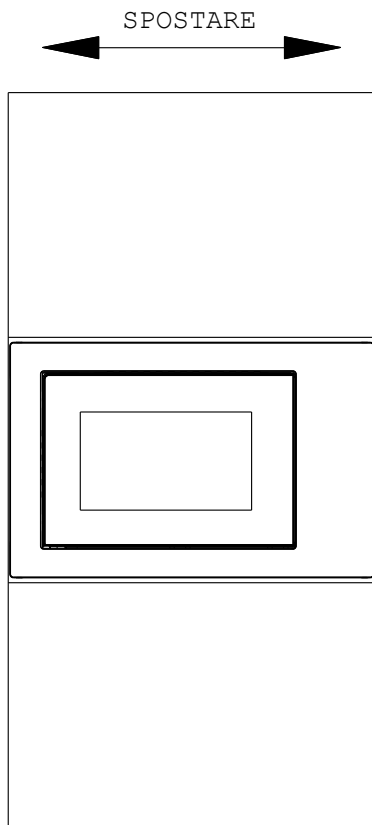

Fig. 3
c) Spostare il prodotto parallelamente nel mobile della cucina nella direzione della freccia indicata nella figura mantenendolo centrato. (Fig. 3)